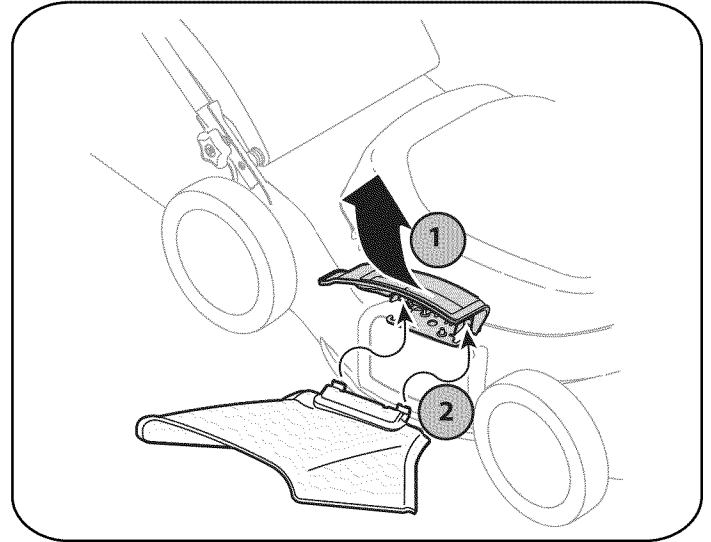

Figura 7
2. Deslice los ganchos del canal debajo del pasador de bisagra en el montaje de la clavija de abono. Baje la clavija de abono. Vea la Figura 7. No extraiga la clavija para abono lateral en cualquier momento, aún cuando no esté abonando.